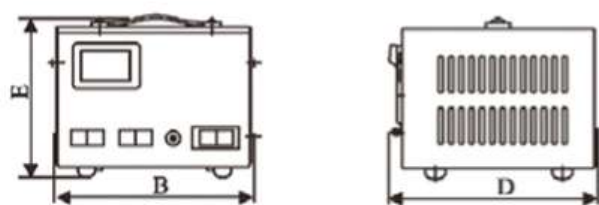
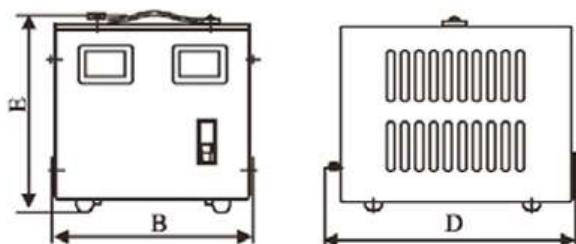
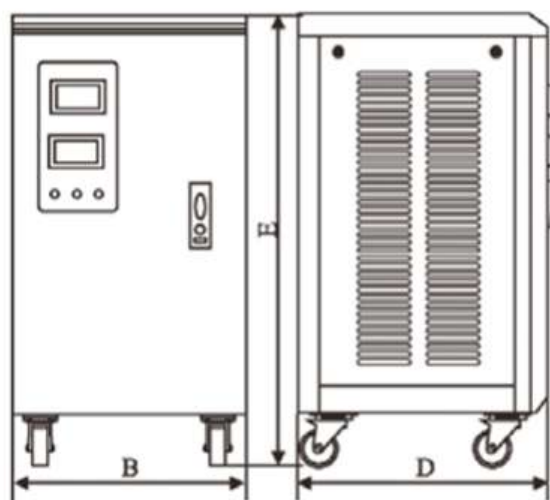
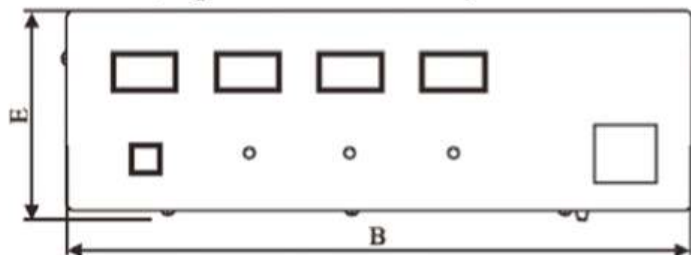

Рис. 2 Изделия серии SVC (0,5 кВА ~ 1,5 кВА)
Рис. 3 Изделия серии SVC (2 кВА ~ 5 кВА, 7,5 кВА 10 кВА, горизонтального типа)
Рис. 4 Изделия серии SVC (10 кВА ~ 30 кВА вертикального типа, 10 кВА 15 кВА без тележек)
Рис. 5 Изделия серии SVC-3 (1,5 кВА ~ 4,5 кВА)
3.4 См. габаритные размеры и установочные размеры на рис. 2, рис. 3, рис. 4, рис. 5, рис. 6, рис. 7 и Таблице 2.